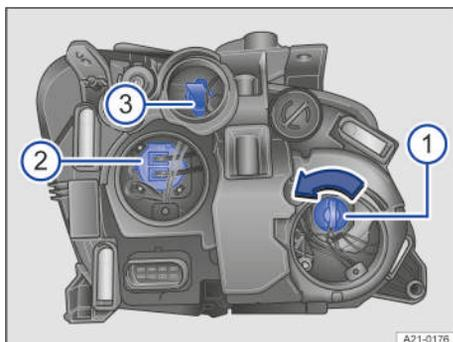

Fig. 144 En el faro izquierdo: portalámparas.
2. Gire el portalámparas en el sentido de la flecha, hasta el tope, y extráigalo junto con la lámpara hacia atrás → fig. 144 1.
2. Extraiga el portalámparas junto con la lámpara hacia atrás → fig. 144 2.
- Extraiga el portalámparas junto con la lámpara hacia atrás → fig. 144 ③.